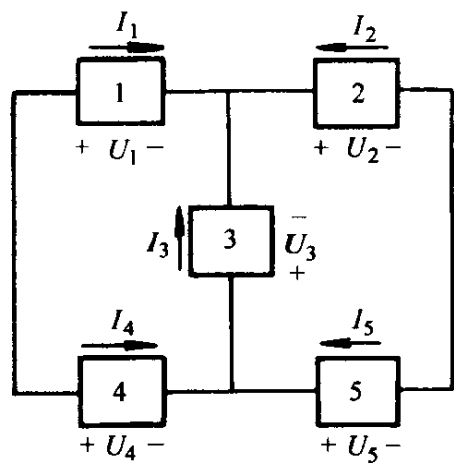

图 1.10
练习题 已知图 1.10 所示电路中，各元件的电压值和电流值如表 1.1 所示，参考方向见图示。试求 (1) 各元件的功率值，并说明该功率是吸收还是发出；(2) 用虚线标出各元件的电压和电流的实际方向。